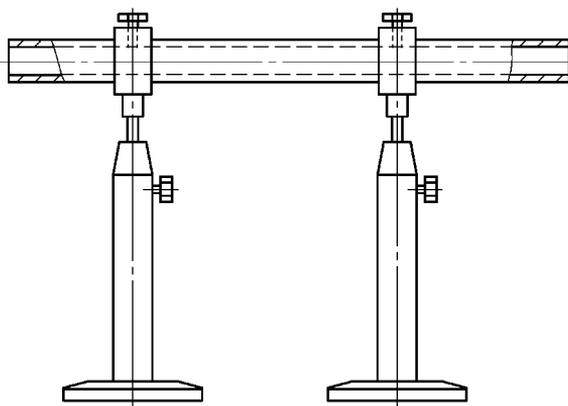

图 1-1 料架
①工作时,应穿工作服、戴袖套,不能系领带。长头发的同学应戴工作帽,将长发塞入帽子里。夏季禁止穿裙子和凉鞋工作。操作车床时,禁止戴手表、手套,或佩戴戒指等首饰。
②工作时,头不能离工件太近,以防止切屑飞入眼中。为防止崩碎切屑飞散伤人,必须戴防护眼镜。
③工作时,必须集中精力,注意手、身体和衣服不能靠近正在旋转的机件(如工件、带轮、齿轮等)。
④工件和车刀必须装夹牢固,以防飞出伤人。卡盘必须装有保险装置。工件装夹好后,卡盘扳手必须随即取下。
⑤装卸工件、更换刀具、测量工件尺寸及变换速度时,必须先停机。
⑥车床运转时,不得用手去触摸工件表面;尤其是加工螺纹时,严禁用手触摸螺纹表面,以免伤手。严禁用棉纱擦回转的工件。不准用手去扳停转动着的卡盘。
⑦要用专用铁钩清除切屑,绝不允许用手直接清除。
⑧棒料毛坯从主轴孔尾端伸出不能太长,并应使用料架或挡板,加上防护装置和警告标志,防止棒料甩弯伤人(见图 1-1)。
⑨不能随意拆装电器设备,以免发生触电事故。
⑩切削液对人的皮肤有刺激作用,经常直接接触可能会引发皮疹或感染。应尽量少接触切削液,如果无法避免,接触后要尽快洗手。
⑪一定时间、一定强度的噪声会对听觉造成损伤。因此,噪声大时,可佩戴降噪耳塞等听力保护装置,并尽量避免制造噪声。
⑫工作中,若发现机构、电气装置有故障,应及时上报,由专业人员检修,未修复的不得使用。